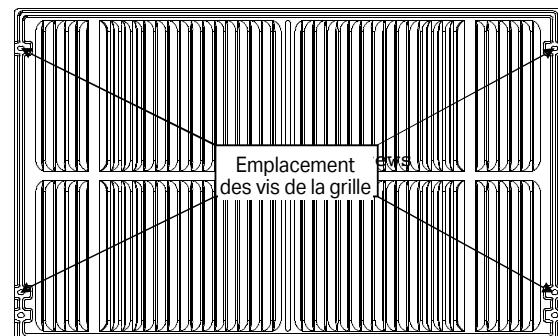
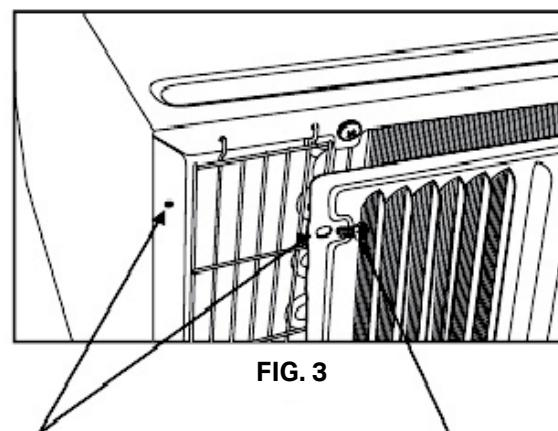

FIG. 2
FIG. 3
24. Si l'appareil n'a pas été pré-percé (certains modèles), percer avec précaution des trous de 4 1/8 po à travers la grille et dans la bride latérale de l'appareil à environ 1 1/2 po à 2 po du haut et du bas comme sur la **FIG. 2** et **FIG. 3**. (Veiller à ne pas percer dans les serpentins d'échange de chaleur en cuivre.)